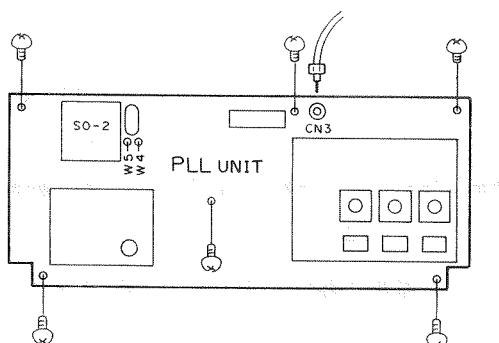

図 2
4. PLLユニットのCN3の同軸コネクターを抜きます。プリント板のねじを外し、引き起こします。(図2)
5. ジャンパー線W4, W5をカットします。(図2)
6. SO-2を指定位置に取り付けて、はんだ付けします。(図2)